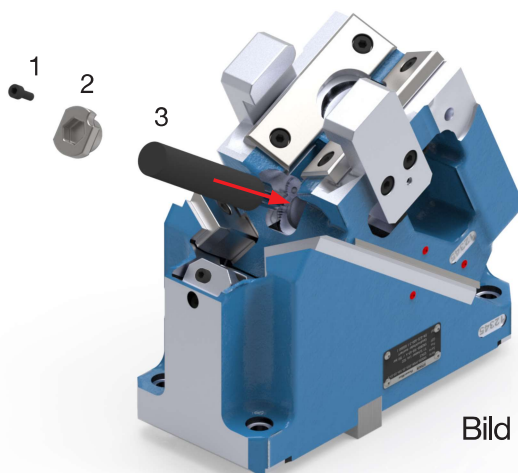

Bild 4
Führen Sie die Gasdruckfeder (3) in die dafür vorgesehene Bohrung (Bild 4). Stecken Sie den Bajonettverschluss (2) in die vorgesehene Öffnung und verdrehen ihn um 90°. Anschließend schrauben Sie die Sicherungsschraube (1) ein und ziehen sie mit 33 Nm an.